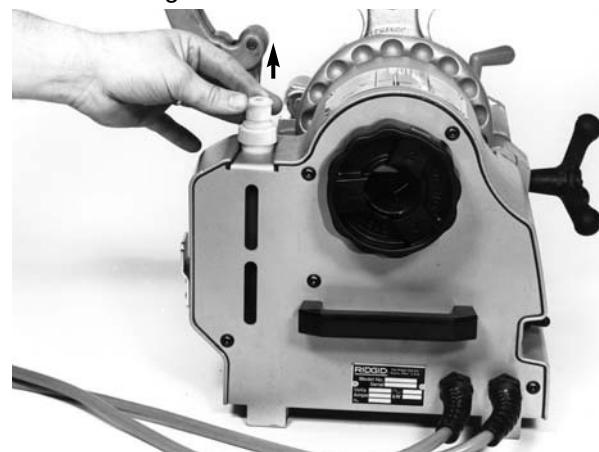

Figure 6 – Évent du réservoir ouvert
17. Ouvrez l'évent du bouchon de remplissage du réservoir (*Figure 6*). Ne jamais fileter avec l'évent fermé. Cela réduirait le débit de liquide de filetage et risquerait d'endommager les filières ou nuire à la qualité des filetages.